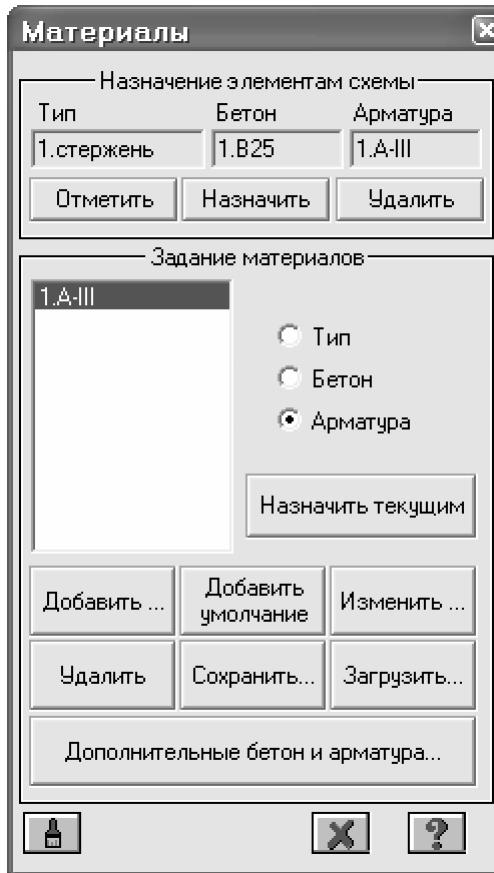

Рис.1.21. Диалоговое окно
- С помощью меню **Редактирование** ⇒ **Задание и выбор материала** (кнопка на панели инструментов) вызовите диалоговое окно **Материалы** (рис.1.21).